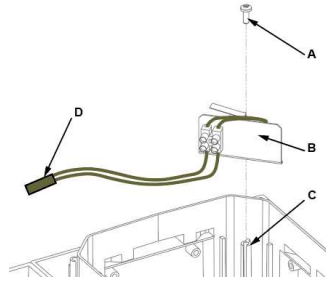
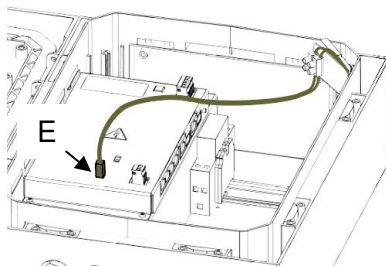
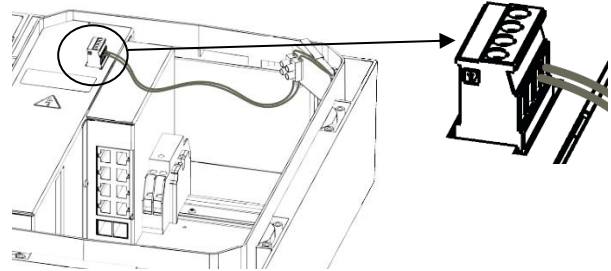

Figure 1: Position of the microswitch in the box
Figure 2: 4P1C-4P2C SYNAPS wiring
Figure 3: 8P2F SYNAPS wiring
La Figure 1 montre comment doit être positionné et fixé le micro-switch dans le coffret.
Figure 1 shows how to position and secure the micro-switch in the cabinet.
Figure 1 zeigt, wie der Mikroschalter im Gehäuse positioniert und befestigt werden sollte.
- dans le cas d'une carte SYNAPS 4P1C ou 4P2C : connecter la fiche D (Figure 1) au connecteur E (Figure 2)
- dans le cas d'un SYNAPS 8P2F : couper la fiche D (Figure 1), dénuder les fils et les brancher sur le bornier à vis (Figure 3)
- in the case of a SYNAPS 4P1C or 4P2C card: connect plug D (Figure 1) to connector E (Figure 2)
- in the case of a SYNAPS 8P2F: cut plug D (Figure 1), strip the wires and connect them to screw terminal block (Figure 3)
- im Falle einer SYNAPS 4P1C- oder 4P2C-Karte: Stecker D (Figure 1) mit Anschluss E (Figure 2) verbinden
- im Falle eines SYNAPS 8P2F: Stecker D abschneiden (Abbildung 1), Adern abisolieren und an Schraubklemmenblock anschließen (Figure 3).